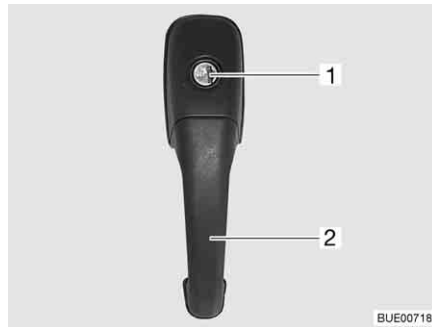

Bild 41 Türschloss Eingangstür, außen
- Schlüssel in Schließzylinder (Bild 41,1) stecken und drehen, bis das Türschloss entriegelt ist.
- Am Türgriff (Bild 41,2) ziehen. Die Tür ist geöffnet.
- Schlüssel in Schließzylinder (Bild 41,1) stecken und drehen, bis das Türschloss verriegelt ist.